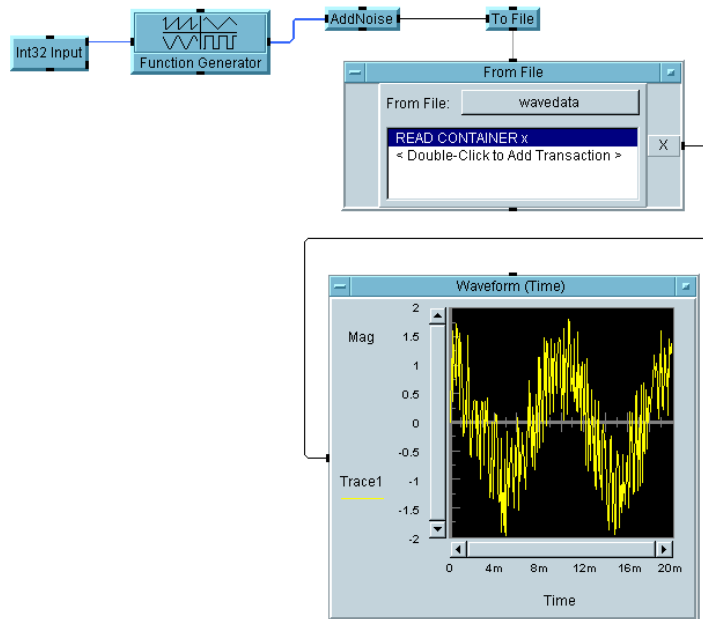

図 2-12. From File オブジェクトの追加
を削除して、オブジェクトを図 2-12 のように接続します。To File と From File 間のシーケンス・ラインにより、データは読込まれる前に確実にファイルに書出されます。
7. プログラムを実行します。図 2-12 のように表示されます。プログラムを「usrobj-program.vee」のファイル名で保存します。